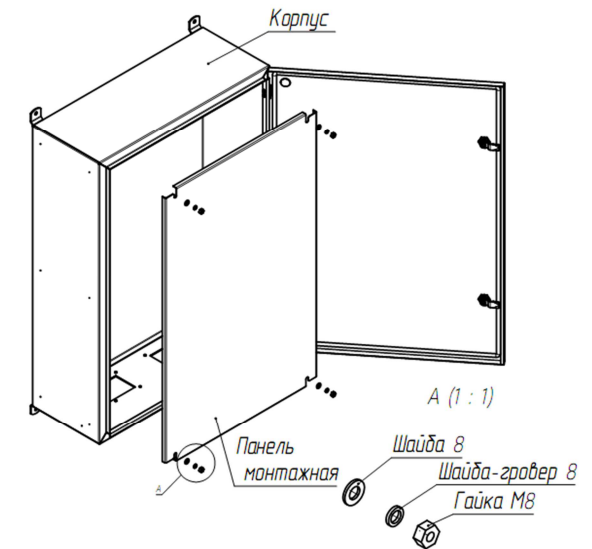

Рис. 2 Схема крепления монтажной панели.
2. Снять монтажную панель, отвернув 4 гайки М8 с шайбами (см. рис. 2);